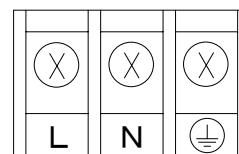

図 4.2 電源の配線
- 2) 図 4.2 に従い電源電線を接続します。保護接地は端子  に接続します。電源の非接地側は端子 L に接続します。電源の接地側は端子 NI に接続します。